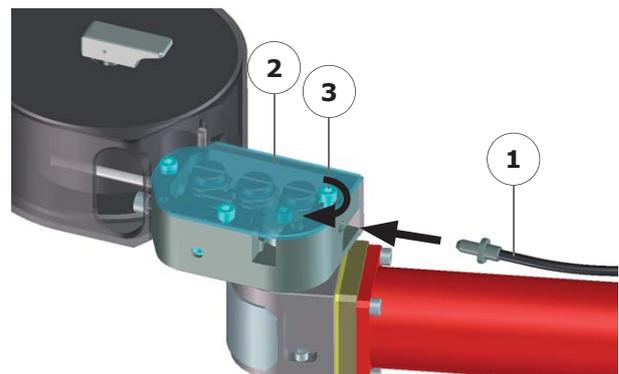

Abb.5.9. – Anschließen des Drahtführungsschlauches am Ausgang des Drahtvorschubes
- Den Drahtführungsschlauch (Abb. 5.9 - Index 1) mit dem Endstück in den Drahtvorschub (Abb. 5.9 - Index 2) einführen.
- Den Drahtführungsschlauch mit der Schraube (Abb. 5.9 - Index 3) befestigen.